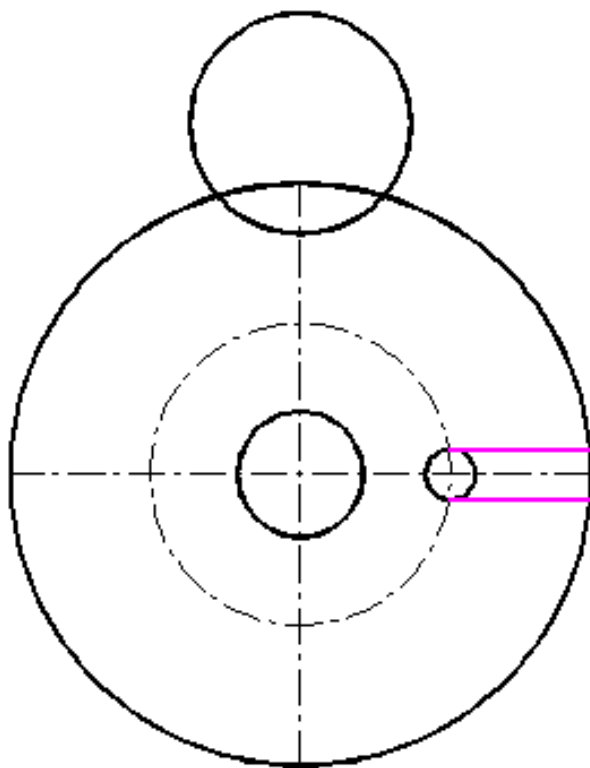

图 2-28 绘制直线
2) “直线”命令绘制相距 10mm 的两条直线和 $\phi 116\text{mm}$ 中心线，如图 2-28 所示。